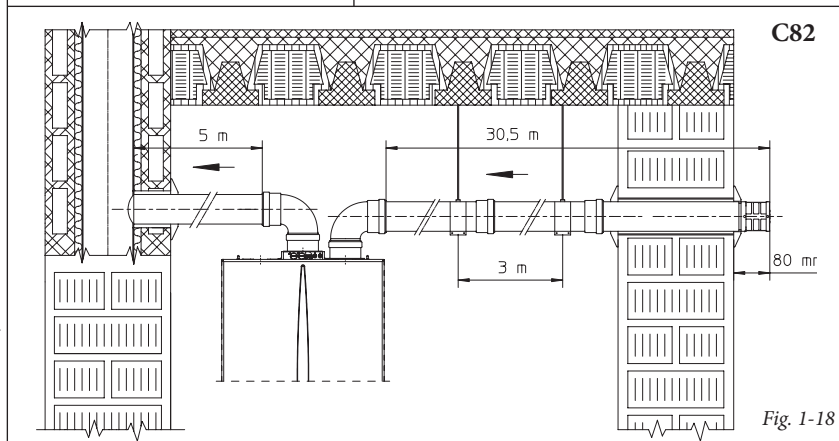

Fig. 1-18
- Pierderi de temperatură în conductele pentru gaze de ardere (Fig. 1-18). Pentru a preveni